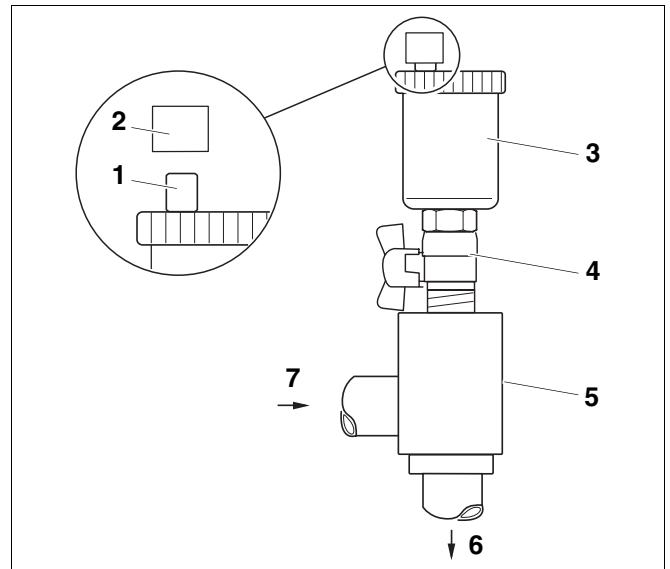

Fig. 40 Vista del acumulador de aire con purgador para la conexión de la primera alimentación (accesorio)
El equipo solar se purga (fig. 40, **pos. 1**) a través del tornillo de cierre. Para que no pueda penetrar humedad en el equipo solar a través del tornillo de cierre, la tapa de protección de intemperie debe estar posicionada (fig. 40, **pos. 2**) siempre sobre este tornillo.